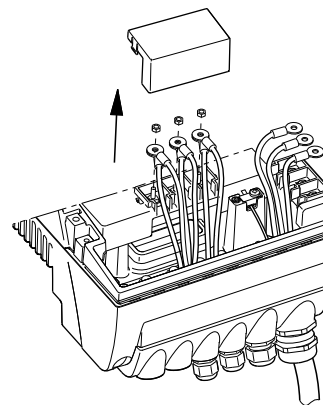

Рис. 59 Снятие крышки клемм электродвигателя
4. Снимите крышку клемм электродвигателя (поз. 283). См. рис. 59. Запомните положение отдельных проводников электродвигателя для дальнейшего использования. Отверните гайки клемм электродвигателя и снимите проводники электродвигателя с клемм.